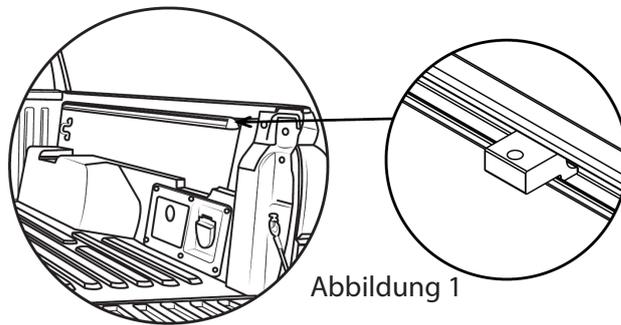

Abbildung 1
2. Sobald das Smartcap ausgerichtet ist, schieben Sie auf jeder Seite drei Klemmen in die serienmäßigen Zurrschienen auf der Ladefläche, siehe Abbildung 1.